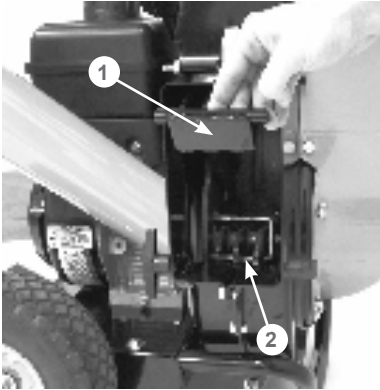

Рис. 19 Поворот решетки разгрузочной трубы вверх
6. Поверните решетку 1 разгрузочной трубы вверх (Рис. 19).
4. Поверните решетку 1 разгрузочной трубы вверх (Рис. 19).
6. На диске с ножами и фрезами установлены четыре группы зубчатых фрез 2 (Рис. 19). Рукой, проворачивая диск, осмотрите каждую группу фрез. Проверьте надежность крепления фрез и, при необходимости, произведите затяжку болтов крепления. Осмотрите каждую фрезу. Поломка отдельных зубцов фрезы не оказывает сильного влияния на производительность измельчения. Если одна или несколько фрез деформированы или сломаны, то необходимо произвести их замену. В противном случае при работе измельчителя возникает вибрация и снижение качества измельчения.